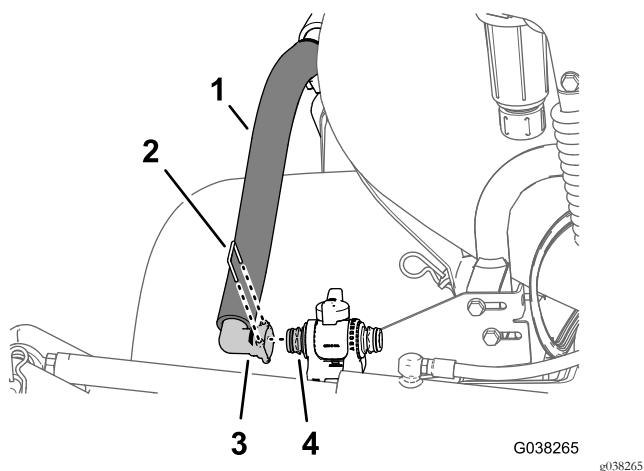

図 63
- 攪拌ノズルアセンブリの90°クイックコネクティングフィッティングを、攪拌スロットルバルブのクイックカップリングに組み付ける攪拌ホースアセンブリに付属しているリテーナを使用する 図 63。